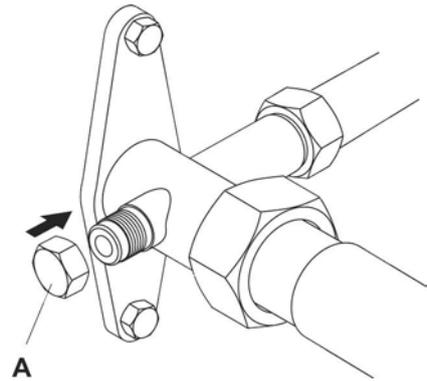

Fig.35
- Chiudere definitivamente il tappo del raccordo di servizio della linea gas con il relativo tappo (fig. 35 rif. A).